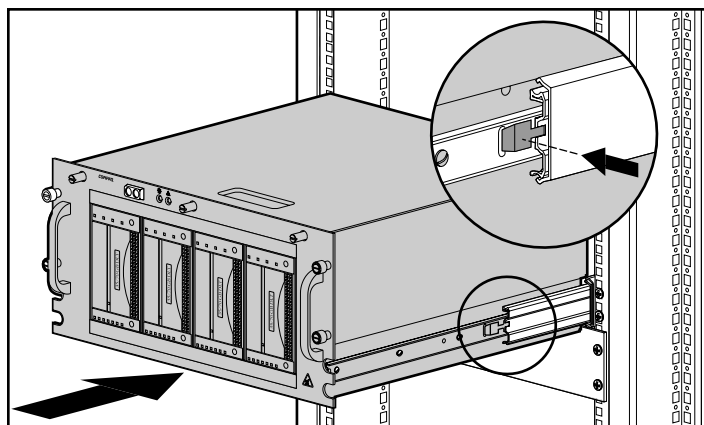

図3-13: エンクロージャをラックに挿入する
3. 本体の両側にあるコンポーネント レールのリリース ラッチを押して、本体がラックの中間で止まるまで、スライドさせてラックに押し込みます。コンポーネント レール リリース ラッチは、レールの外側にあります。図3-13を参照してください。